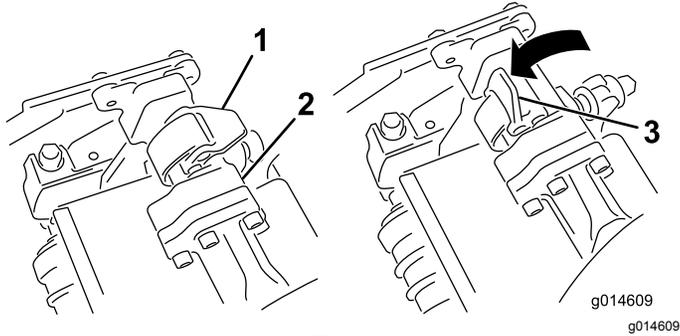
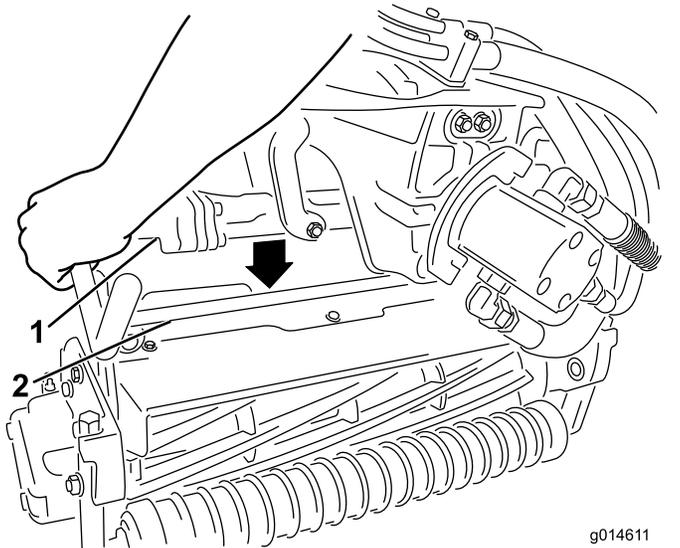

图46
图47
3. 当悬挂臂杆上的门锁指向上方即打开时图46向下压悬挂臂使悬挂臂杆与滚刀组上方的支架相契合图47。
4. 向下并绕着滚刀组横杆关闭门锁将它们锁定到位图46。
4. 打开您正在拆下的滚刀组悬挂臂上的门锁图46。